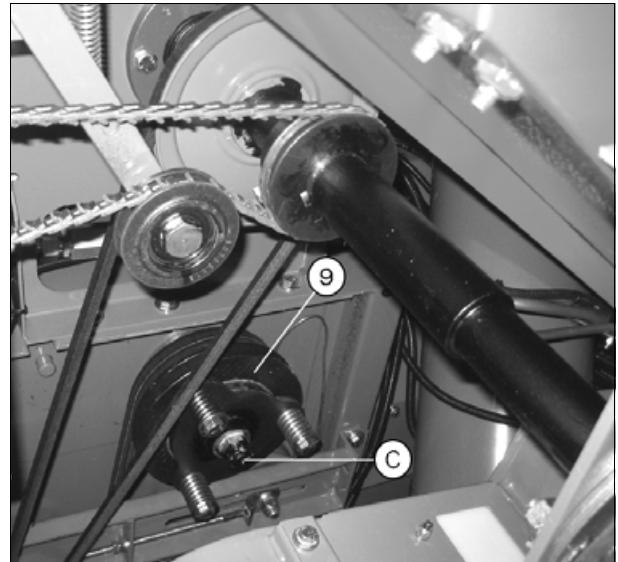

Рис. 4.
- Подшипник с правой стороны должен упираться в буртик вала. Затяните болты на корпусе подшипника и установите на место запорное кольцо (E).
- Установите прокладки (H) между корпусом подшипника и боковой панелью машины с левой стороны. Затяните болты на корпусе подшипника и установите на место запорное кольцо (J).
- Перед установкой шкива ременной передачи с левой стороны необходимо проверить биение вала на участке непосредственно рядом с конической частью (K). Биение не должно превышать 0,2 mm.
- Установите специальную шайбу под центральную гайку (D) *рис. 4*. Затяните гайку моментом 560 Nm, а затем поверните ее до ближайшего паза под шплинт.